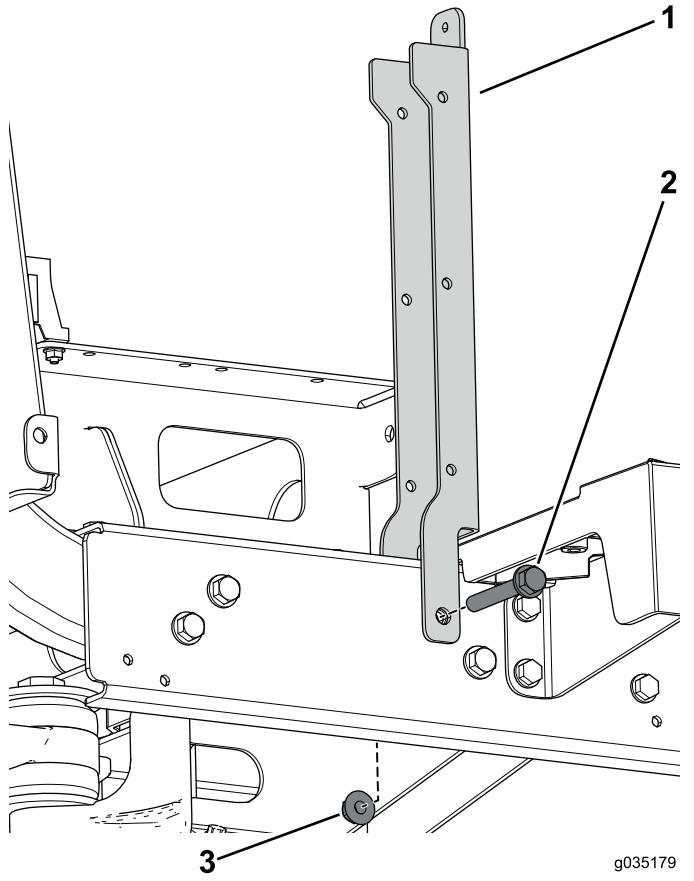

Figura 85
- Utilice el perno con arandela prensada (3/8" x 2 1/2") y la tuerca con arandela prensada para sujetar el soporte del asiento (Figura 85).